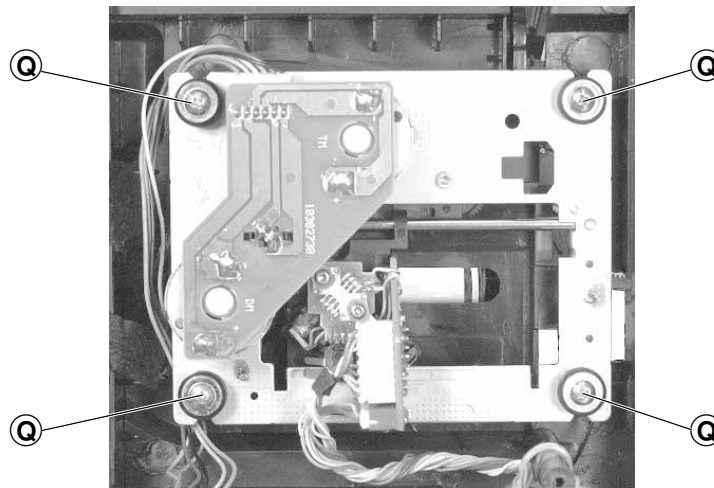

Fig. 8
- 4 Schrauben Q herausdrehen (Fig. 8).
- Undo 4 screws Q (Fig. 8).